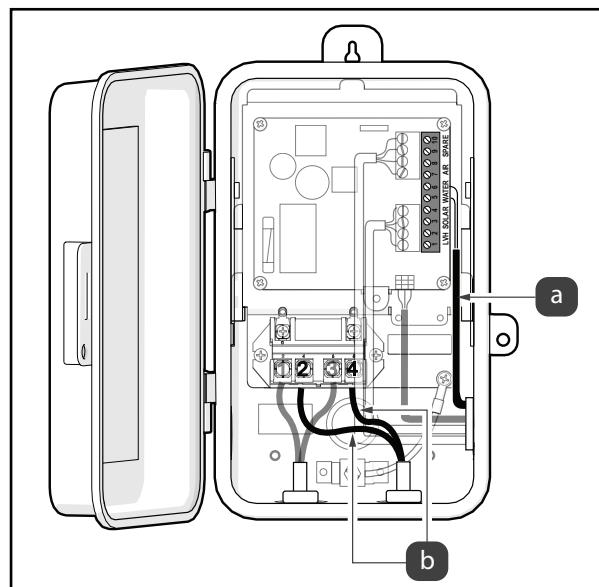

Figura 13. Conecte los cables de entrada de carga
- Instale cables de bajo voltaje. Instale los cables para las conexiones del sensor de temperatura a través del troquelado lateral; consulte la Figura 13 (a).
- Conecte una entrada de “carga” en el terminal 2 y la otra en el terminal 4; consulte la Figura 13 (b).